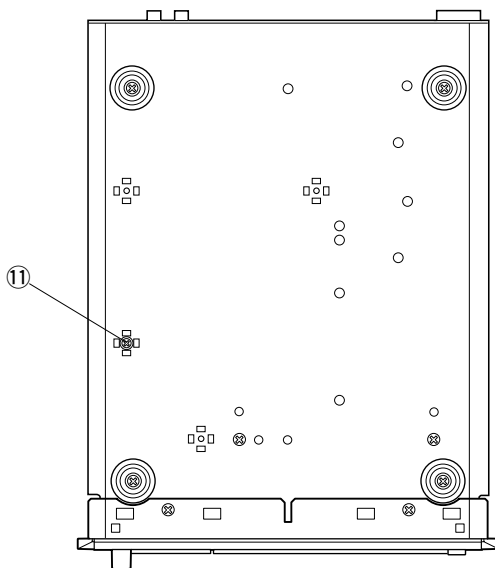

Fig. 6
- Remove 1 screw (11) in Fig. 6.
- ⑪のネジ1本を外します。(Fig. 6)